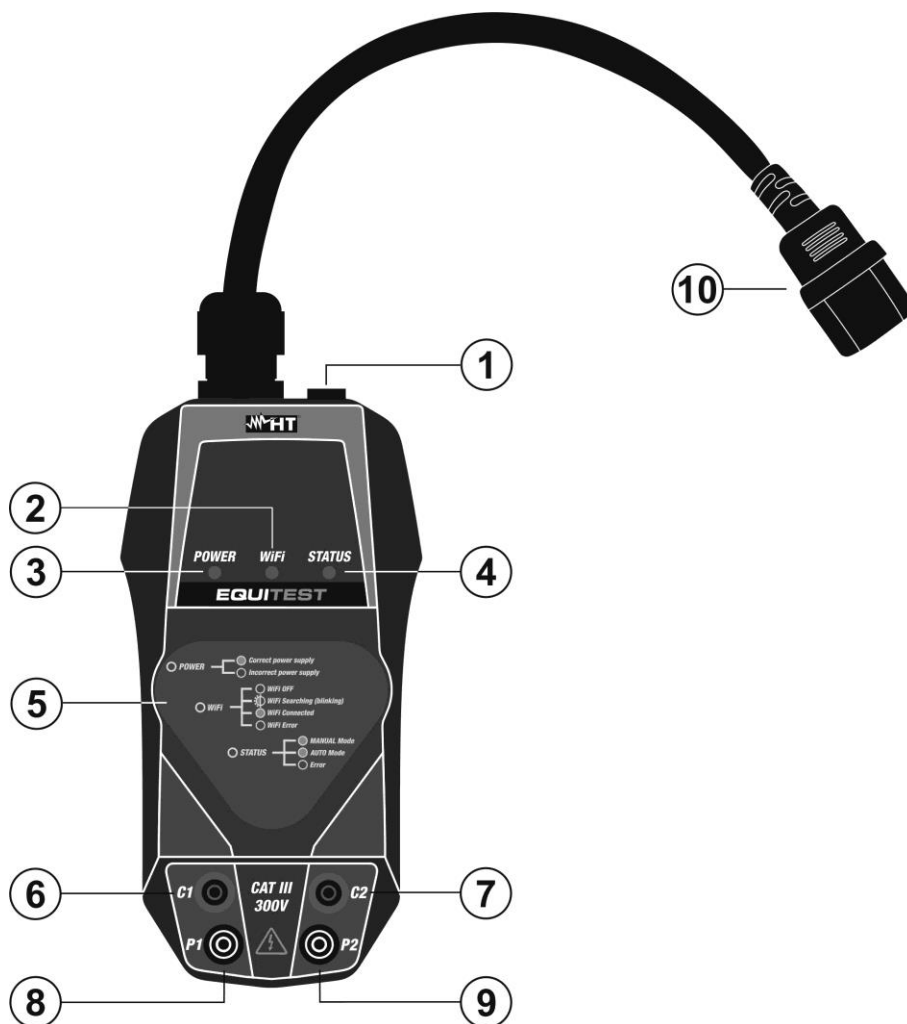
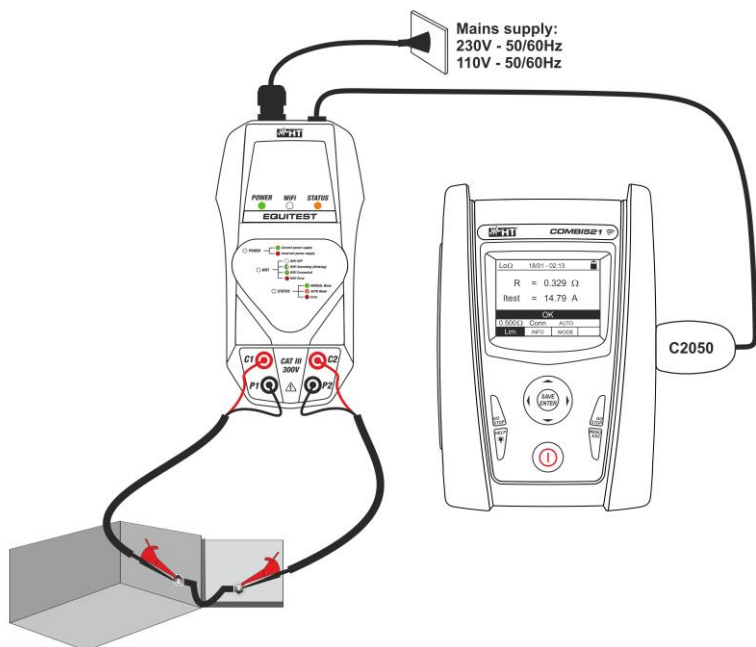

Abb. 1 Beschreibung des Instruments
Abb. 3 Verwendung des Instruments mit MASTER-Einheit
- Verbinden Sie das Instrument mit dem Netz mittels des mitgelieferten Netzkabels (siehe Abb. 1 – Teil 10). Die **POWER** LED schaltet auf dauerhaftes **grün** ein, um die korrekte Versorgungsspannung anzugeben, die **STATUS** LED schaltet auf konstantes **grün ständig** ein, um den Betrieb des Instruments **im manuellen Modus** anzugeben (siehe die Bedienungsanleitung des MASTER Instruments), die **WiFi** LED schaltet sich **grün blinkend** ein, um anzugeben, dass das Instrument versucht (wenn verfügbar) eine WiFi-Verbindung mit einem externen Mobilgerät über die **HT Equitest** APP (siehe § 5.2) und hat keine Funktionalität in der Verbindung mit dem MASTER-Instruments
- Verbinden Sie das Instrument mit dem MASTER Instrument (siehe Abb. 3) durch das mitgelieferte Kabel **C2050** (siehe Abb. 1 – Teil 1)
4. Verbinden Sie die zwei schwarzen Kabel des Kabelsatzes **C7000** mit den Eingangsbuchsen **P1** und **P2**, und die zwei roten Kabel mit den Eingangsbuchsen **C1** und **C2** (siehe Abb. 3)
5. Verbinden Sie die Krokodilklemmen des Kabelsatzes **C7000** mit den Enden des zu testenden Gegenstandes (siehe Abb. 3).
7. Bei Auswahl des **automatischen Modus** am MASTER Instrument (Messung aktiviert ohne Drücken der **GO/STOP** Taste), prüfen Sie, ob die **STATUS** LED konstant **orange anzeigt**. Verbinden Sie die Krokodilklemmen mit den Enden des zu testenden Gegenstandes (siehe Abb. 3), um den Test automatisch zu aktivieren.
- Verbinden Sie das Instrument mit dem Netz mittels des mitgelieferten Netzkabels (siehe Abb. 1 – Teil 10). Die **POWER** LED schaltet auf dauerhaftes **grün** ein, um die korrekte Versorgungsspannung anzugeben, die **STATUS** LED schaltet auf konstantes **grün ständig** ein, um den Betrieb des Instruments **im manuellen Modus**